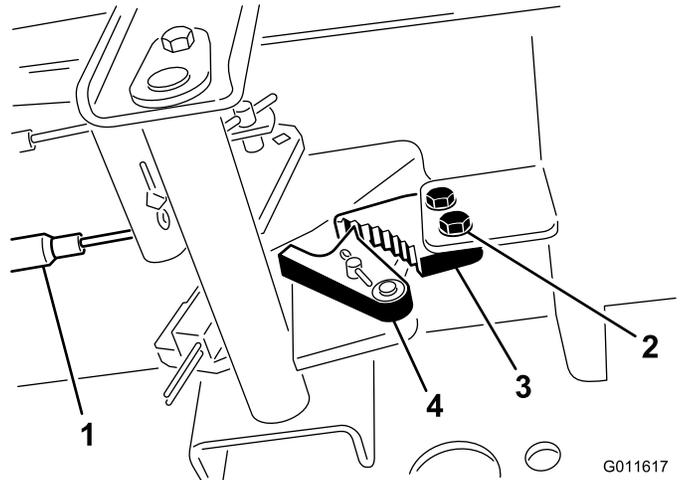

図 69
1. 駐車ブレーキのツメをフレームに固定しているネジ2本をゆるめる (図 69)。
2. ブレーキのツメが戻り止めに完全に掛かるまで駐車ブレーキペダルを前に踏み込む (図 69)。